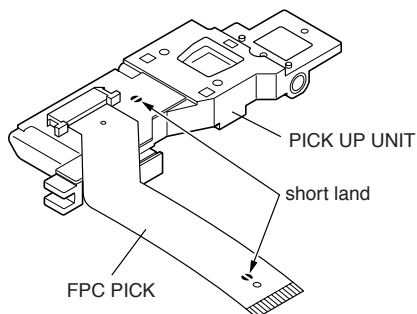

Fig. 6-8
1. O/W HD リード線固定用のテープ ④⑦ をはがす。
2. O/W HD リード線 ⑤① をPCB CONTROL BLK ④⑤ より外す。
4. FPC PICK ④⑧ のショートランド (Fig. 6-8) を半田にてショートする。
5. FPC PICK ④⑧ をPCB CONTROL BLK ④⑤ のコネクタより外す。
6. ネジ ⑤⑥ 2 本を外し、PCB CONTROL BLK ④⑤ を外す。
7. SW NOB (L) ④⑨、SW NOB (S) ⑤⑩ を外す。
8. ネジ ②③ 2本と ③② 2本を外し、LID HOLD BKT ④⑥ を外す。
9. ネジ ②③ を外し、LID HOLD ⑥⑧ を外す。
10. ネジ ②③ 2 本を外し、TOP PLATE ③⑥ を外す。
11. ネジ ②④ を外し、O/W HD ②⑤ を外す。
12. HOLDER A/SPG ④④ を外す。
13. ネジ ③② 2 本を外し、SIDE BKT (R) ③① を外す。
14. INSULATOR ⑤④ 2 コを外す。
1. Solder the short land (Fig. 6-8) on the PICK UP UNIT ⑮ and disconnect the FPC PICK ④⑧.
2. Unscrew the screw ④⑦ and remove the SLED BASE ④⑦.
1. PICK UP UNIT ⑮ のショートランド (Fig. 6-8) を半田にてショートし、FPC PICK ④⑧ をコネクタより外す。
2. ネジaを外し、SLED BASE ④⑦を外す。